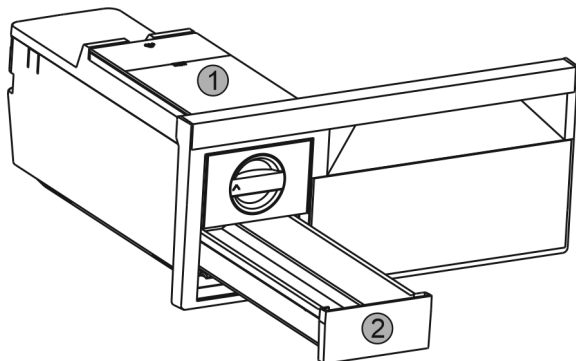

Fig. 39
- Enlever le réservoir d'eau Fig. 39 (1) et le tiroir à glaçons Fig. 39 (2).